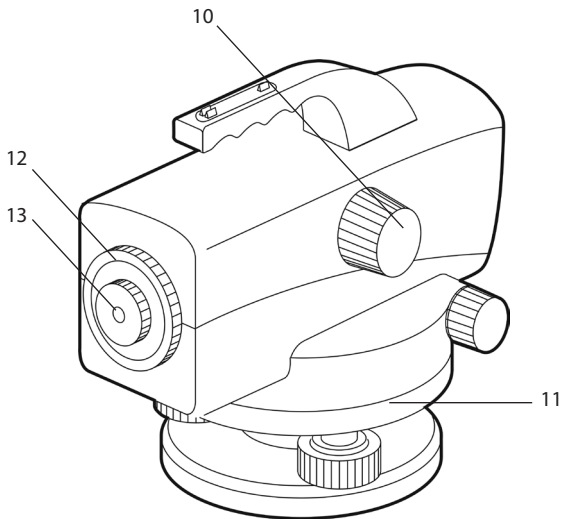

Рис. 1.2
- Вращайте кремальеру ([10], рис. 1.2) вперед или назад для фокусирования на большее или меньшее расстояние соответственно. Добейтесь четкого изображения. С помощью винта горизонтального наведения расположите изображение рейки посередине сетки нитей.